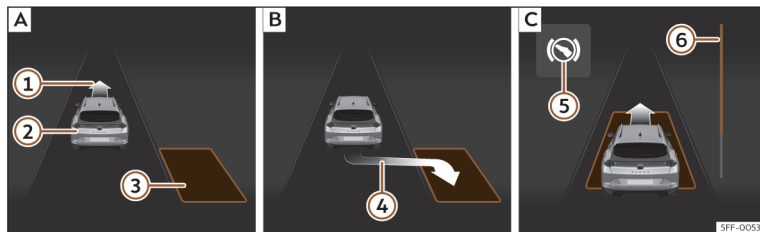
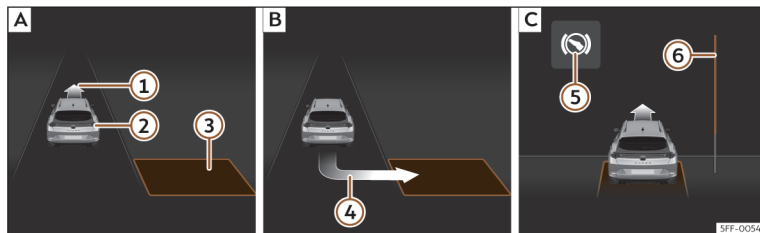

Fig. 194 En la pantalla del cuadro de instrumentos: aparcar en línea. **[A]** Buscar un hueco de aparcamiento. **[B]** Posición para aparcar. **[C]** Maniobrar.
Fig. 195 En la pantalla del cuadro de instrumentos: aparcar en batería. **[A]** Buscar un hueco de aparcamiento. **[B]** Posición para aparcar. **[C]** Maniobrar.
- Mire en la visualización de la pantalla del cuadro de instrumentos si se ha detectado el hueco como “apropiado” y si ha alcanzado la posición correcta para aparcar»» **fig. 194 [B]** o»» **fig. 195 [B]**. El hueco habrá sido conside-
- Retroceda hasta que suene la señal continua del ParkPilot; **O BIEN:** retroceda hasta que en la pantalla del cuadro de instrumentos aparezca la indicación de dar marcha adelante»» fig. 194 [C] o»» fig. 195 [C]; **O BIEN:** retroceda hasta que en la pantalla del cuadro de instrumentos aparezca el mensaje **Park Assist finalizado**. La barra de progreso ⑥ indica la distancia que hay que recorrer»» pág. 299.
- Pise el pedal del freno hasta que el sistema de aparcamiento asistido termine de realizar los giros del volante; **O BIEN:** hasta que se apague el símbolo ⑤ en la pantalla del cuadro de instrumentos.
adelante y marcha atrás hasta centrarlo en el hueco»» fig. 194 [C] o»» fig. 195 [C].
»» fig. 194 ⑥ y»» fig. 195 ⑥ muestra simbólicamente en la pantalla del cuadro de instrumentos la distancia relativa que aún queda por recorrer. Cuanto mayor es la distancia, más llena está la barra de progreso. Al circular marcha adelante, el contenido de la barra de progreso disminuye hacia arriba, y al circular marcha atrás, disminuye hacia abajo.